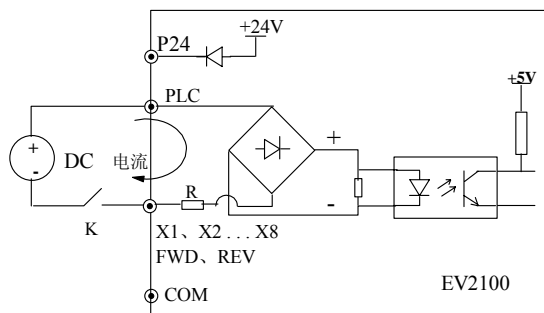

图3-23 使用外部电源的连线方式
变频器多功能输入端子采用了全桥整流电路，如图3-23所示。PLC是X1~X8、FWD、REV的公共端子，流经PLC端子的电流可以是拉电流，也可以是灌电流。X1~X8、FWD、REV与外部接口方式非常灵活，典型的接线方式如下：
②使用外部电源，接线方式见图3-23。（注意去除PLC与P24端子间的连接线）